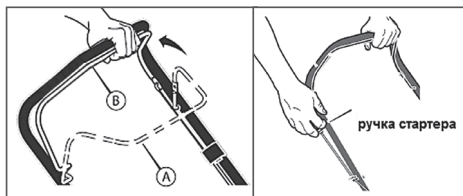

Рис. 10 Запуск двигателя
Перед запуском двигателя, несколько раз задействуйте рычаг остановки двигателя (Рис.10). Проверьте, что трос остановки двигателя движется свободно, и
3. Нажмите и удерживайте рычаг остановки двигателя левой рукой (Рис. 10 положение В).
4. Правой рукой, медленно вытягивая шнур стартера за ручку (Рис. 10), проверните коленчатый вал двигателя, пока не почувствуете сопротивление, затем медленно опустите ручку стартера вниз. Снова медленно потяните за ручку стартера, пока не почувствуете, что стартер вошел в зацепление с маховиком, после чего, резко и с усилием потяните за ручку стартера и запустите двигатель. При необходимости повторите. После запуска двигателя медленно и плавно верните ручку стартера на место.
Для остановки двигателя отпустите рычаг остановки двигателя (положение А Рис. 10).